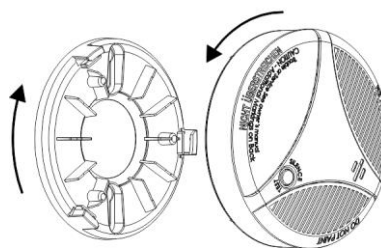

Bild 7:
2. Entfernen Sie das Montageteil des Melders durch eine Drehung entgegen dem Uhrzeigersinn, wie in **Bild 7** gezeigt.